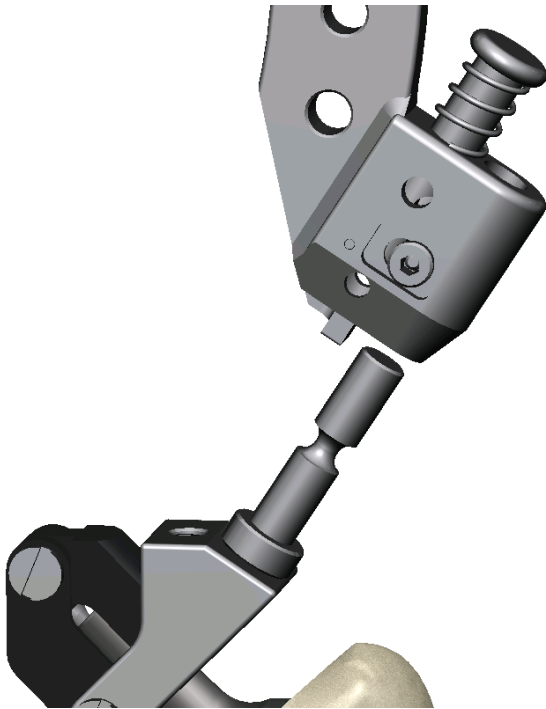

Abbildung 7: Schaft-Repositionierer mit eingeschraubtem Raspelgriffadapter Zylinderzapfen und Raspelhandgriff demontierbar gebogen (Detail)
- *Raspelgriffadapter Zylinderzapfen* unter Beachtung der Schaftachse in eines der beiden Gewinde des *Schaft-Repositionierer* bis zum Festsitz des Konus einschrauben (Abbildung 7).
- *Raspelhandgriff demontierbar gebogen* mit dem *Raspelgriffadapter Zylinderzapfen* verbinden (Abbildung 7 und 8).